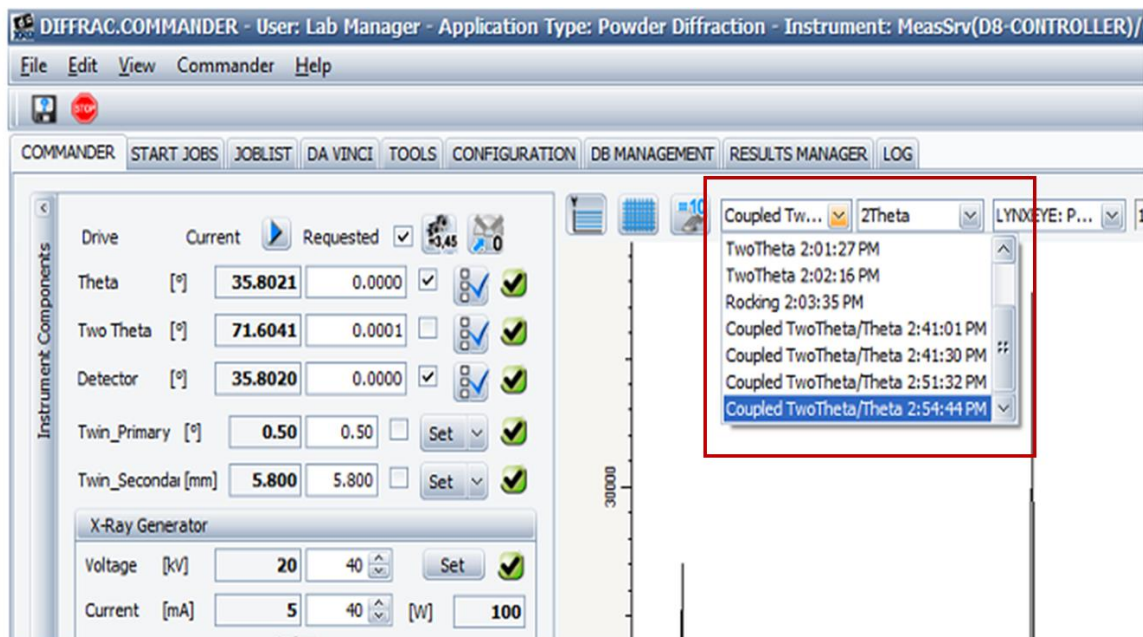

图 4-7
4.6 点击 File-〉 save results file 将谱图保存为 raw 格式。如果忘了保存，软件有一个功能可以记住之前测量的 10 个数据，可以根据时间选择数据重新保存（图 4-7）。如果进行多个样品的测试，而测试参数相同时，可以使用 Wizard 软件中进行参数设定（具体步骤见附件视频教程），编辑测量脚本，使用 Job 模式测量，另外数据也可自动保存。